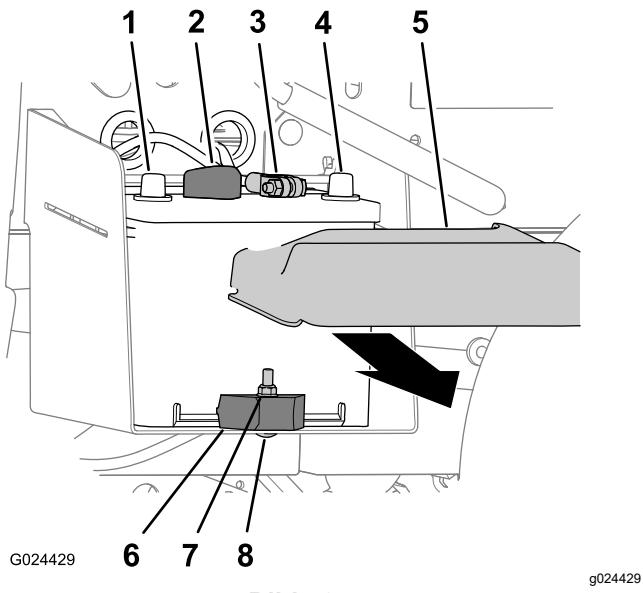

Bild 49
1. Drücken Sie die Seiten der Batterieabdeckung zusammen und nehmen Sie die Abdeckung von der Batterieoberseite ab (Bild 49).
2. Schließen Sie das Minuskabel der Batterie vom Batteriepol ab (Bild 49).
3. Trennen Sie das Pluskabel der Batterie vom Batteriepol ab (Bild 49).
2. Entfernen Sie die Sicherungsmutter, Schlossschraube und die Batterieklemme, mit denen die Batterie am Batteriefach befestigt ist (Bild 49).
3. Nehmen Sie die Batterie aus dem Batteriefach (Bild 49).
1. Flüchten Sie die Batterie mit dem Batteriefach der Maschine aus (Bild 49).
2. Befestigen Sie die Batterie mit der Batterieklemme, der Schlossschraube und Sicherungsmutter am Batteriefach (Bild 49).
- Hinweis:** Stellen Sie sicher, dass die Plus- und Minuspole der Batterie so ausgefluchtet sind, wie in Bild 49 abgebildet.
1. Schließen Sie das Pluskabel am Batteriepol an (Bild 49).
2. Schließen Sie das Minuskabel am Batteriepol an (Bild 49).
3. Setzen Sie die Batterieabdeckung oben an der Batterie auf (Bild 49).